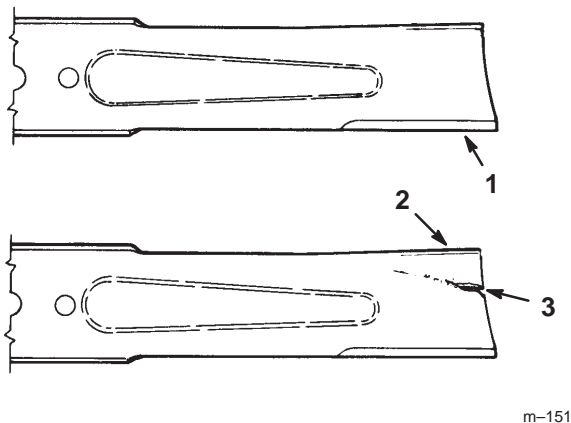

Figure 14
1. Inspectez les tranchants des lames (Fig.14). Si les lames ne sont pas tranchantes ou si elles présentent des indentations, déposez-les et aiguisiez-les (voir Aiguisage des lames, page 15).
2. Inspectez les lames, surtout la partie incurvée (Fig. 14). Remplacez immédiatement toute lame endommagée, usée ou qui présente une entaille (Fig. 14).